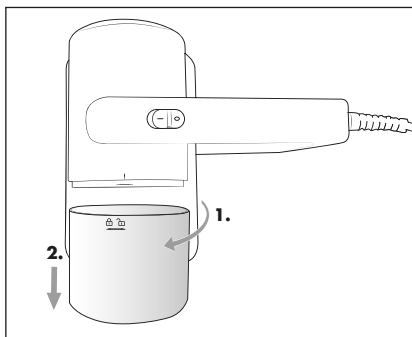

Fig. 4
- 1) Skru støvbeholderen **4** mod urets retning, indtil markeringen på produktet står over symbolet  (åben) for at tage den af produktet (fig. 4).